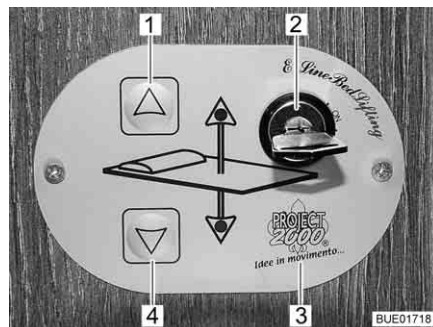

Fig. 107 Commande
**Commande** Les touches (Fig. 107, 1 et 4) sur l'unité de commande (Fig. 107, 3) permettent d'abaisser ou de relever le lit escamotable. L'interrupteur à clé (Fig. 107, 2) permet de protéger l'unité de commande contre toute utilisation non autorisée. Le lit escamotable est réglable en continu en hauteur.
- Tourner la clé et l'interrupteur à clé (Fig. 107, 2). L'unité de commande (Fig. 107, 3) est activée.
- Appuyer sur la touche fléchée (Fig. 107, 4) et la maintenir pressée jusqu'à ce que le lit escamotable ait atteint la position désirée vers le bas.
- Appuyer sur la touche fléchée (Fig. 107,1) et la maintenir pressée jusqu'à ce que le lit escamotable ait atteint sa position finale supérieure.